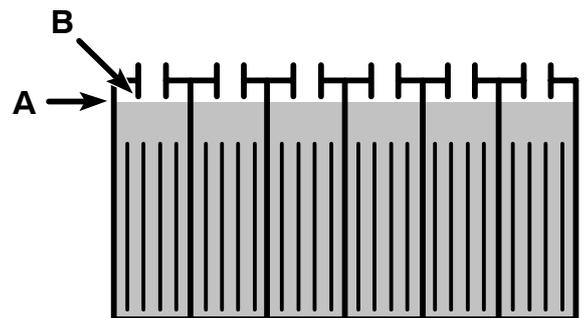

ABB. 26
7. Prüfen Sie nach dem Laden erneut den Elektrolytstand (A). Der Füllstand muss sich etwa 1 cm unterhalb der Unterseite der Füllöffnung (B) befinden (Abbildung 26). Füllen Sie, falls erforderlich, destilliertes Wasser auf. NICHT ZU VIEL WASSER EINFÜLLEN.